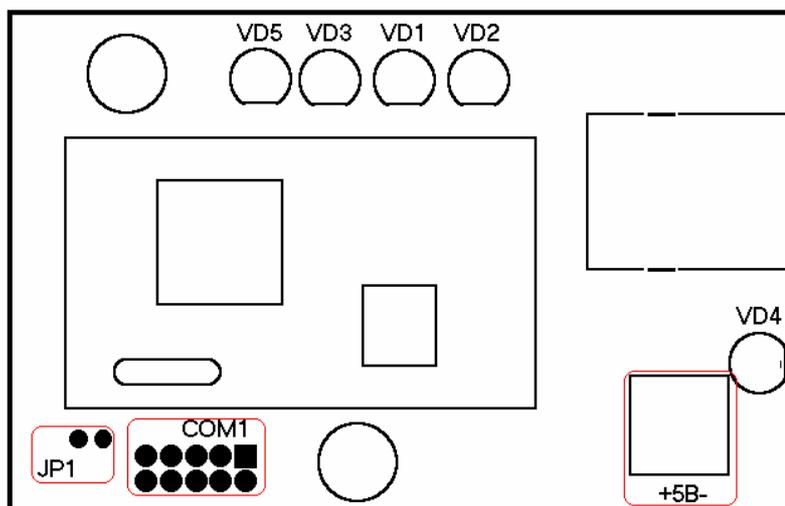

Рисунок 5.1 - Расположение элементов на контроллере TCP/IP.
- Снимите перемычку JP1 на контроллере TCP/IP (см. Рисунок 5.1);